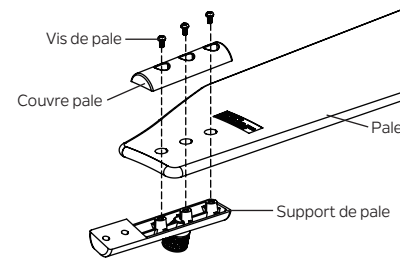

Fig. 18
Étape 1. Positionnez les pales sur le support de pale avec les tiges filetées visibles. Assurez-vous que le bord inférieur des pales repose entièrement contre les supports de pale. Placez les couvre-pales sur le dessus des pales, en positionnant les trous sur les tiges filetées. Serrez les vis de pale pour fixer les pales aux supports de pale. (Fig.18)